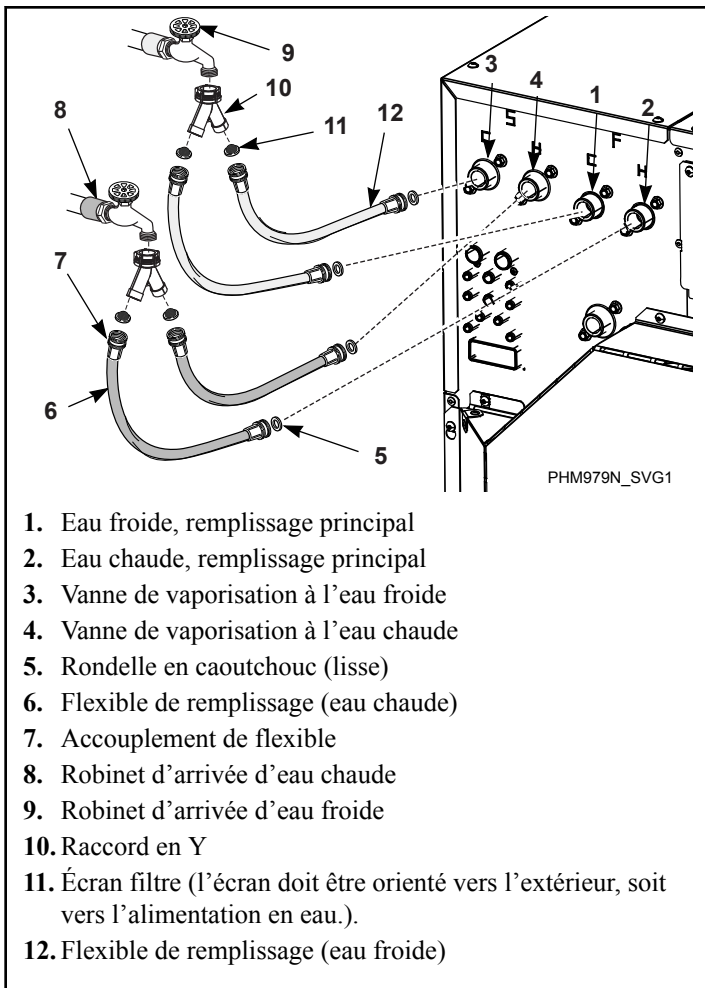

Figure 23
1. Avant d'installer les tuyaux, vidanger le système d'eau du bâtiment aux valves de connexion de la machine pendant au moins deux (2) minutes.
2. Retirer les quatre (4) rondelles de caoutchouc lisses et les quatre (4) écrans-filtres du sac d'accessoires fourni avec la machine.
3. Installer une (1) rondelle en caoutchouc lisse à une extrémité et un (1) écran-filtre-écran à l'autre extrémité de chaque flexible de remplissage. Les écrans doivent être orientés vers l'extérieur, soit vers l'alimentation en eau. Voir Figure 23 .
4. Visser un (1) des connecteurs en Y (fourni avec la machine) sur le robinet d'alimentation en eau froide et un (1) sur le robinet d'alimentation en eau chaude.
7. Visser l'accouplement avec la rondelle de caoutchouc lisse de l'un (1) des flexibles raccordé à l'eau chaude sur la vanne d'entrée de remplissage principal (indiquée par un « H » [hot, eau chaude] sous le « F » [fill, remplissage]). Visser l'accouplement avec la rondelle de caoutchouc lisse de l'autre flexible raccordé à l'eau chaude sur la vanne d'entrée de vaporisation indiquée par un « H » [hot, eau chaude] sous le « S » [spray, vaporisation]. Serrer à la main. Voir Figure 23 .
8. Visser l'accouplement avec la rondelle de caoutchouc lisse de l'un (1) des flexibles raccordé à l'eau froide sur la vanne d'entrée de remplissage principal (indiquée par un « C » [cold, eau froide] sous le « F » [fill, remplissage]). Visser l'accouplement avec la rondelle de caoutchouc lisse de l'autre flexible raccordé à l'eau froide sur la vanne d'entrée de vaporisation indiquée par un « C » [cold, eau froide] sous le « S » [spray, vaporisation]. Serrer à la main. Voir Figure 23 .